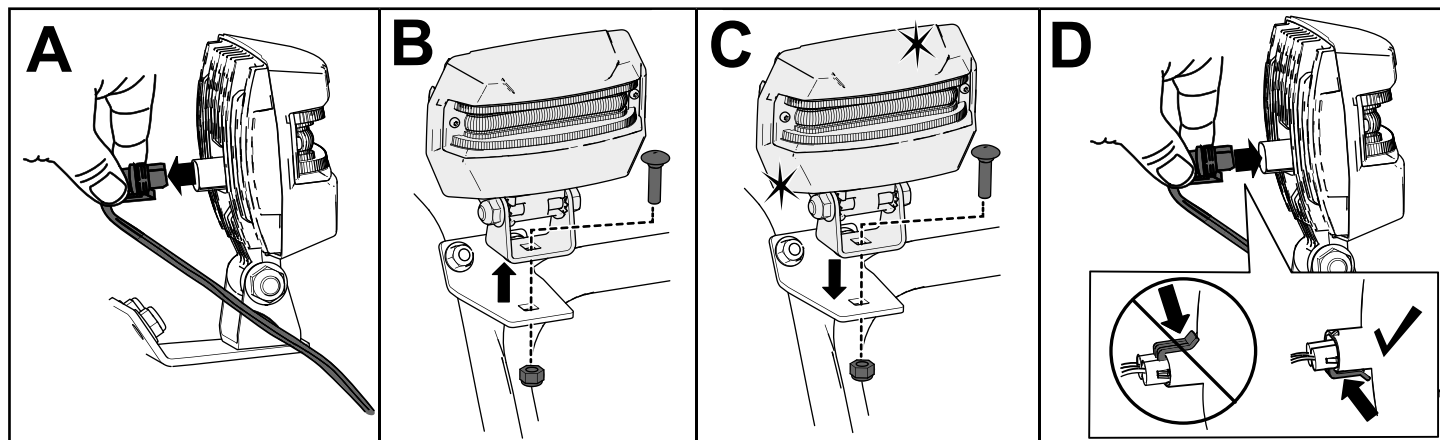

Figura 39
1. Rimuovete il filo del faro anteriore dal retro del faro anteriore (A della Figura 39).
2. Rimuovete il bullone e il dado che fissano il gruppo del faro anteriore sulla relativa staffa e poi smontate il vecchio gruppo del faro anteriore (B della Figura 39).
3. Fissate il nuovo gruppo del faro anteriore sulla relativa staffa con il dado e il bullone rimossi in precedenza (C della Figura 39).
4. Inserite il filo del faro anteriore dritto nel retro del faro anteriore sinché non è saldamente in sede (D della Figura 39).